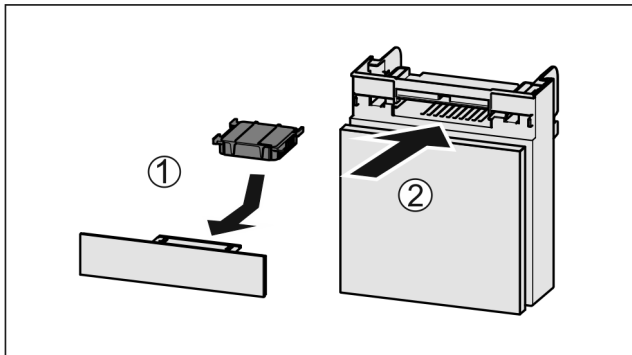

Fig. 120
- ▶ Aktivkohlefilter nach Abbildung einsetzen Fig. 120 (1).
- ▶ Fach einschieben Fig. 120 (2).